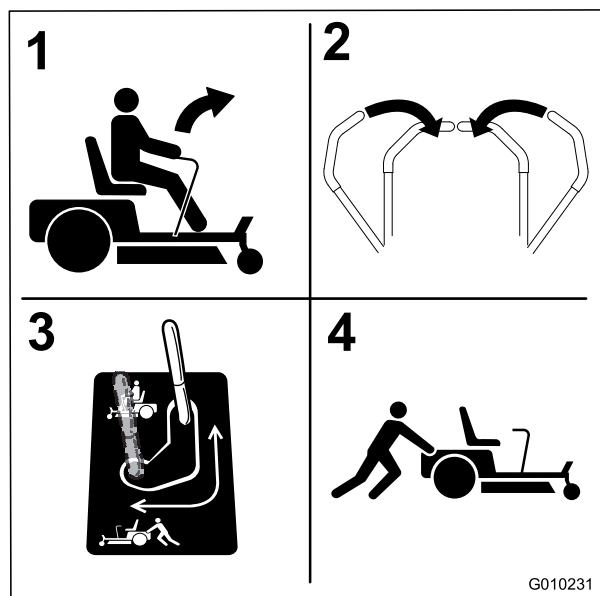

Figura 32
4. Mueva las palancas de desvío hacia atrás y luego hacia abajo para bloquearlas en esa posición, según se muestra en Figura 32, para desengranar los motores de rueda. Repita en el otro lado de la máquina.
Mueva las palancas a la posición de empujar la máquina (Figura 32) para engranar los motores de las ruedas.